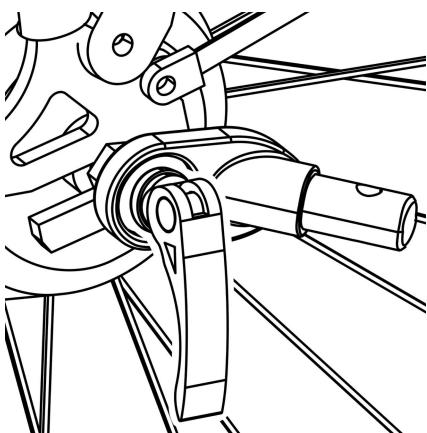

Abbildung 12
1. Schnellspanner - Achse: Entfernen Sie den Schnellspanner von der linken Seite der Hinterachse des Fahrrads. Montieren Sie die Kupplung zwischen Schnellspanner und Rahmen. Ziehen Sie den Schnellspanner gemäß der Anleitung des Fahrradherstellers fest. Die Anhängerkupplung kann am Fahrrad verbleiben, wenn der Anhänger abgenommen wird (Abbildung 12).